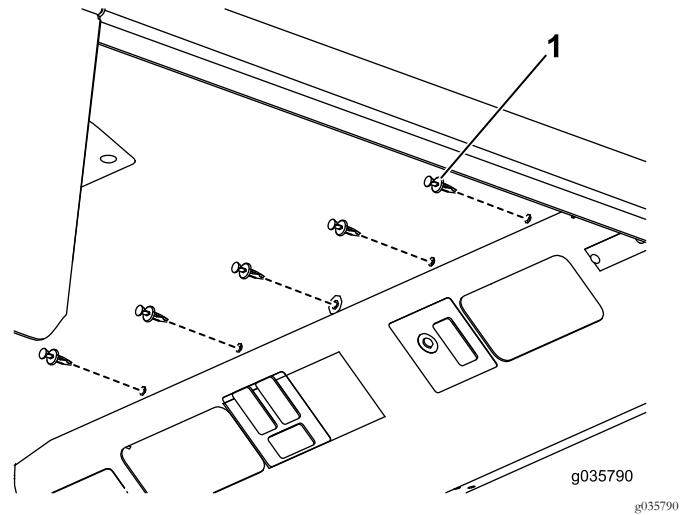

Figura 5
- Fije el conjunto del techo con 10 remaches (Figura 5).